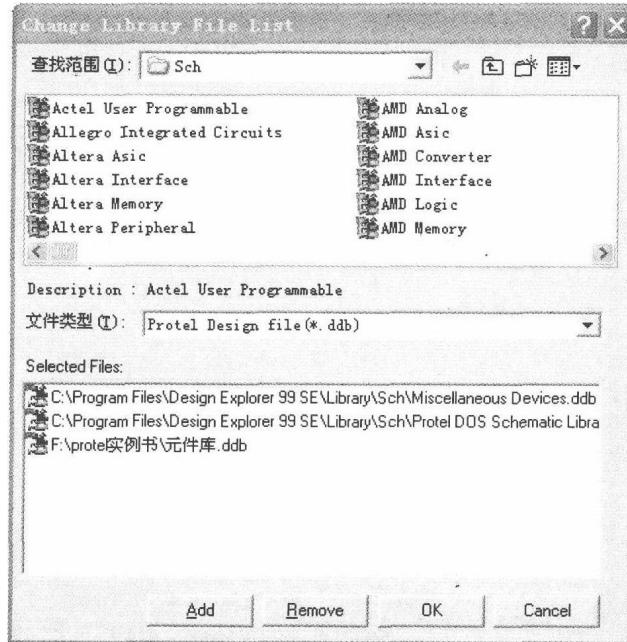

图 1-2 更改库文件列表对话框
(1) 在“Browse sch”浏览器的“Browse”栏下选择“Libraries”（元件库），然后单击“Add/Remove”（添加/移除）按钮，弹出如图 1-2 所示的“Change Library File List”（更改库文件列表）对话框。
(2) 对话框显示在“Sch”位置下。该位置下的.ddb 文件，即为原理图元件库文件，若要加载某个文件，只需单击选中所需文件，再单击对话框下方“Add”按钮或左键双击文件名即可。